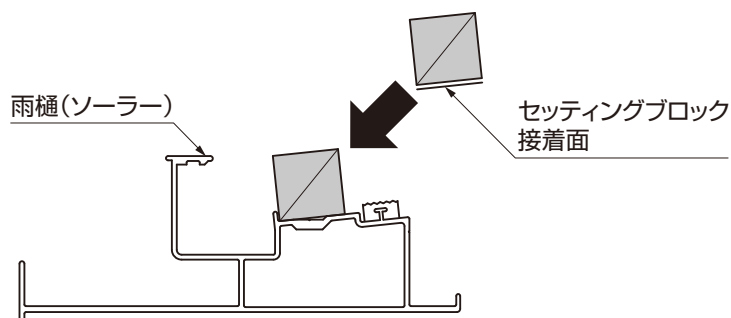
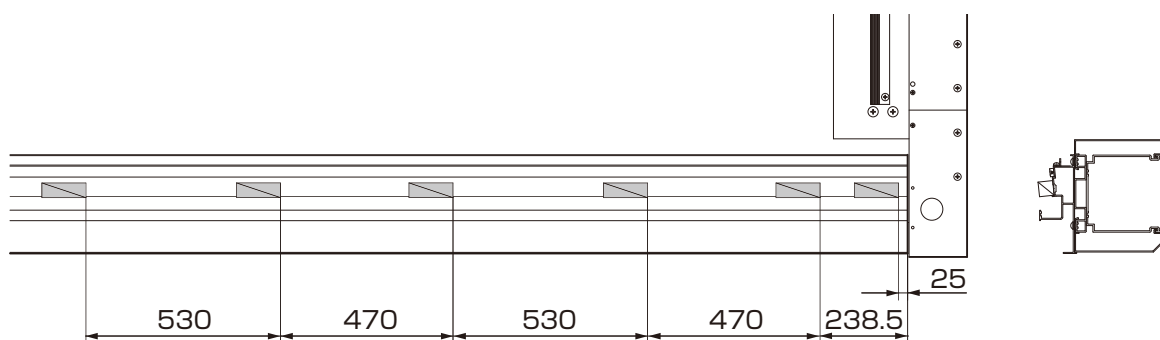

図3-1 雨樋(ソーラー)断面
図3-2 セッティングブロック配置概要
- ①雨樋にセッティングブロックを取付けてください。(図3-1、図3-2参照)